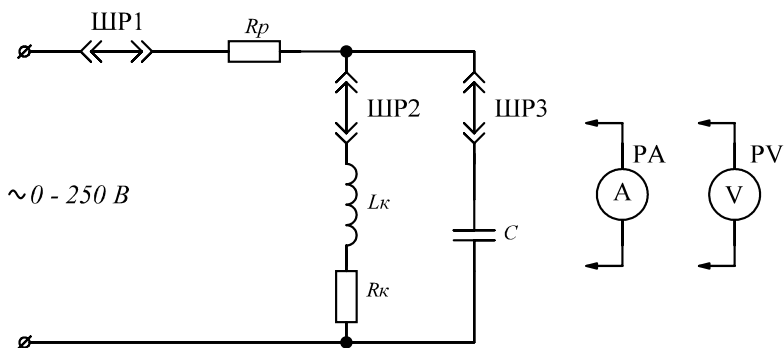

Рис.3.8. Электрическая схема исследования распределения токов и напряжений в цепи №1
2.5.1. Собрать цепь №1 по схеме, приведенной на рис. 3.8. При подключении амперметра для измерения тока в соответствующей цепи необходимо амперметр подключить параллельно штепсельному